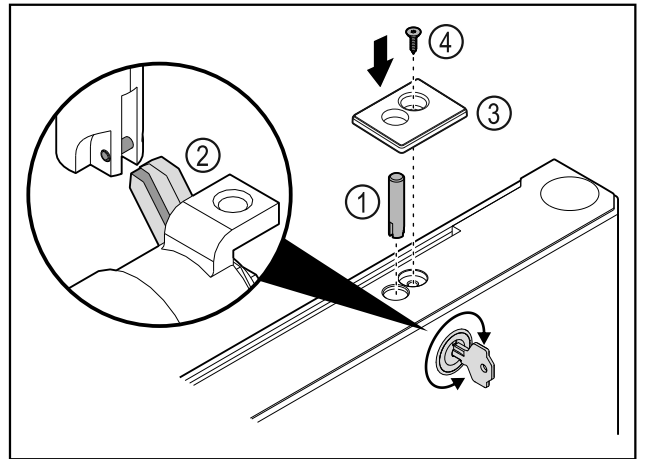

Fig. 41
- ▶ Įstatykite užrakto kaištį Fig. 41 (1).
- ▶ Šiek tiek pasukite užraktą, kad užrakto kaištis Fig. 41 (2) užsifikuotų užrakto plyšyje.
- ▶ Įstatykite dengiamąją plokštelę Fig. 41 (3).
- ▶ Įstatykite varžtą Fig. 41 (4).